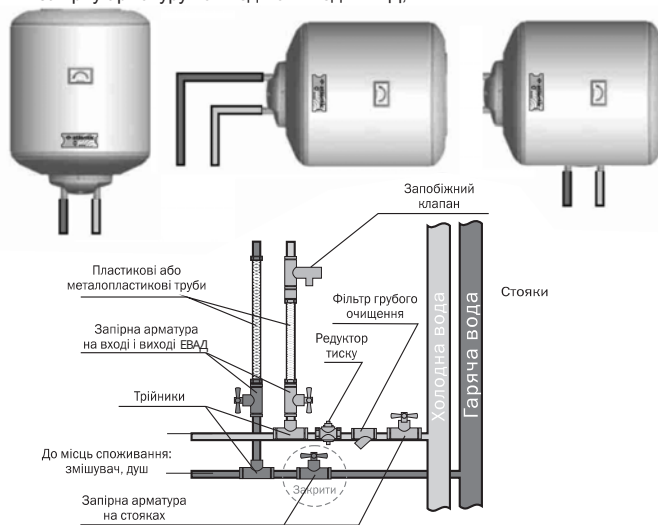
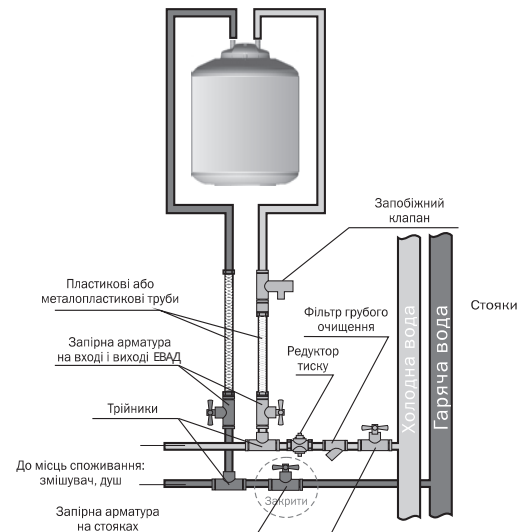

Рис. 5. Підключення ЕВАД у вертикальному / горизонтальному положенні
Рис. 6. Підключення ЕВАД, що встановлюється під мийкою
Підключення (рис. 5, 6):
**УВАГА!** Підключення до системи водопостачання ЕВАД моделей O'Pro PC 10SB, PC 15S має виконуватися чітко у відповідності зі схемою, наведеною на рис. 6. Запобіжний клапан кріпиться на трубопроводі осторонь від ЕВАД. При встановленні моделей Steatite в горизонтальному положенні патрубок подачі холодної води (помічений синім кільцем) повинен бути розташований знизу, а патрубок гарячої води (помічений червоним кільцем) - зверху (рис. 5).
**Увага! Один раз на місяць необхідно з запобіжного клапану видаляти вапняний осад і перевіряти чи його не заблоковано шляхом короткочасної установки тригера в горизонтальне положення, при цьому через зливний отвір витече невелика кількість гарячої води.** Для чого спочатку потрібно перекрити запірну арматуру на вході в ЕВАД (рис. 5, 6), а також відкрити кран гарячої води у місці споживання.
При тривалій перерві в роботі ЕВАД його необхідно від'єднати від електричної мережі та перекрити вентиля на вході та на виході (рис. 5).